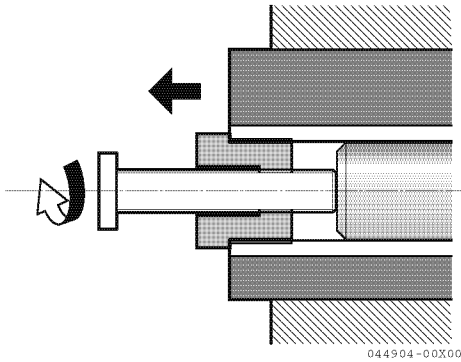

Figura 8
*Nota: Quando substituir um rotor usado por um novo, o rotor deverá de ter uma rosca M24x2 (**Figura 8**). Rode o lado do parafuso M24 da hélice para o lado da cobertura e instale.*